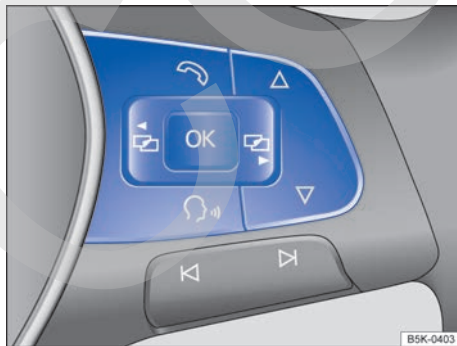

Fig. 46 Lado derecho del volante multifunción: teclas para utilizar los menús y las indicaciones informativas del cuadro de instrumentos.
Mientras haya una advertencia con prioridad 1 → pág. 49, no se podrá acceder a ningún menú. Algunas advertencias se pueden confirmar y ocultar con la tecla **OK** del volante multifunción → fig. 46.
- Si se muestra un mensaje o el pictograma de un vehículo, pulse la tecla **OK** → fig. 46 del volante multifunción.
- Pulse las teclas con flecha **▲** o **▼** del volante multifunción → fig. 46 hasta marcar la opción de submenú deseada.